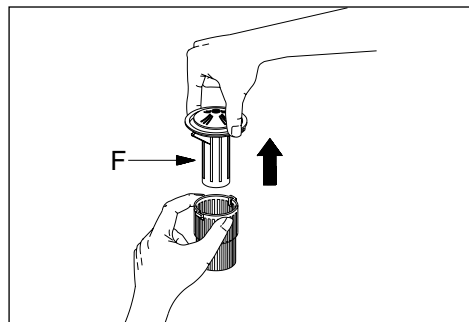

Abb. 16c
- Das Sieb (F) herausnehmen. Das Sieb gerade aus dem Filtergehäuse herausziehen (siehe Abb. 16c).